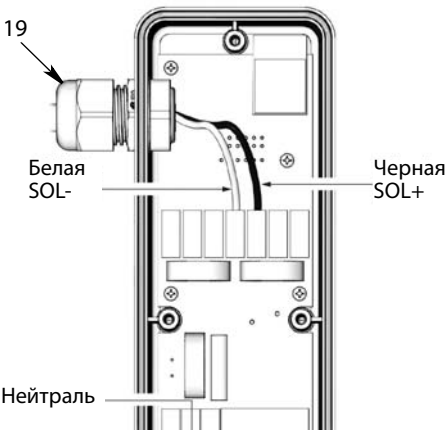

Рис. 5
- Внутри корпуса электроники регулятора (2) отсоедините провода нейтрали (белый) и фазы (черный) от клемм SOL - (белая) и SOL + (черная) клеммной колодки (Рис. 5).
- Ослабьте кабельный ввод (19) и полностью отсоедините кабель (Рис. 5).